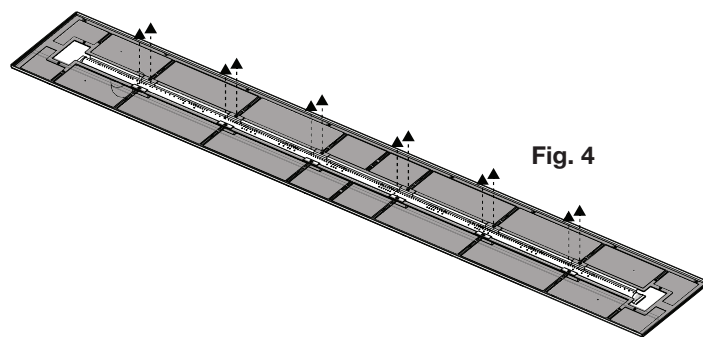

Fig. 4
- ☐ 8. Remove screws securing the old burner tube to the burner assembly (screw count varies by size of appliance) (Fig. 4).
- ☐ 8. Retirez les vis fixant l'ancien brûleur tubulaire à l'assemblage du brûleur (le nombre de vis varies par appareil) (**Fig. 4**).